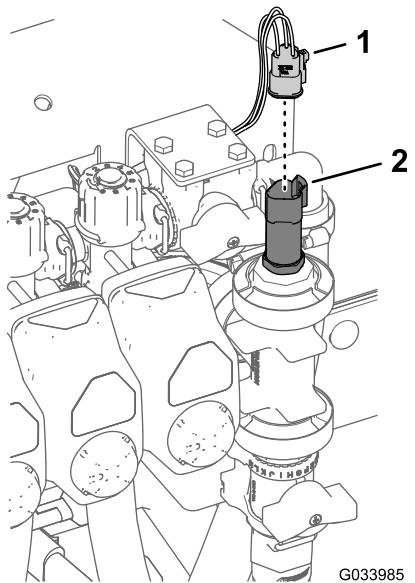

Figura 19
- Montate la staffa della valvola di regolazione sul supporto del collettore (Figura 19) con 4 bulloni a testa flangiata (6 x 16 mm) e 4 dadi di bloccaggio flangiati; serrate i bulloni a una coppia di 10–12 N·m.
- Collegate il connettore a 3 prese per il trasduttore di pressione (Figura 19).